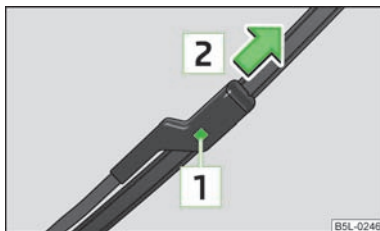

Fig. 30
- Presionar el seguro [1] » fig. 30 para desbloquear la escobilla y extraer en el sentido de la flecha [2].